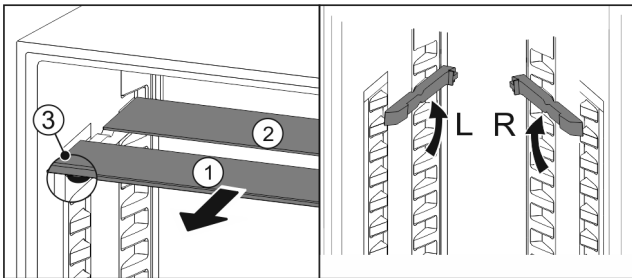

Fig. 52
- ▶ Посуньте Fig. 52 (1) скляну панель вперед.
- ▷ Скляна панель Fig. 52 (1) з декоративною планкою лежить спереду.
- ▷ Стопори Fig. 52 (3) показують вниз.